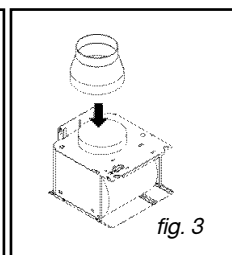

fig. 3
– Se possuir um tubo com 125 mm de diâmetro, utilize o adaptador fornecido (fig.3). Se o tubo exterior for inferior a 125 mm, é obrigatório ligar o exaustor em modo de reciclagem.